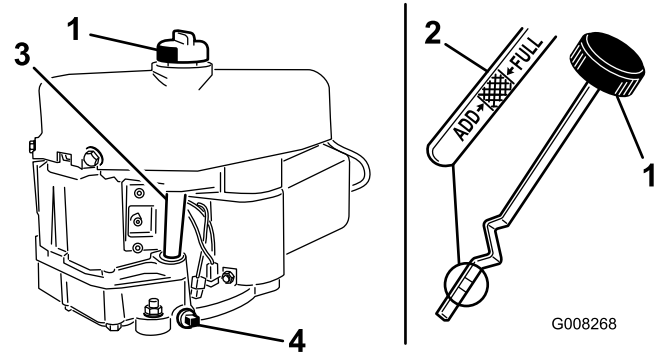

Figura 23
7. Limpie alrededor de la varilla (Figura 23) para impedir que caiga suciedad por el orificio de llenado y cause daños en el motor.
8. Desenrosque la varilla y limpie el extremo metálico (Figura 23).
9. Enrosque la varilla de aceite a fondo en el tubo de llenado (Figura 23).
- Retire el tapón de vaciado de aceite para que se vacíe el aceite (Figura 23).
- Limpie alrededor de la varilla y desenrosque el tapón (Figura 23).
- Vierta lentamente aproximadamente un 80% del aceite de motor por el tubo de llenado (Figura 23).